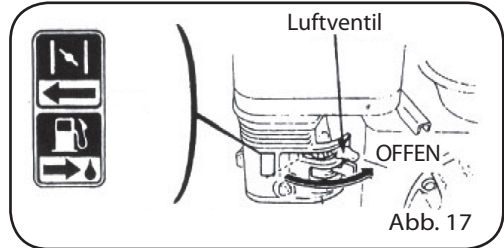

Abb. 17
- Den Motor vorheizen und den Lufthebel auf "OFFEN" stellen (Abb.17).